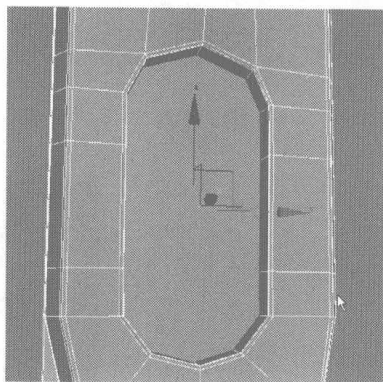

图 4.456
- 29 选择小按钮内侧轮廓的曲线，在 Edit Borders 卷展栏中单击 **Cap** 按钮，添加曲线封闭的面，如图 4.456 所示。